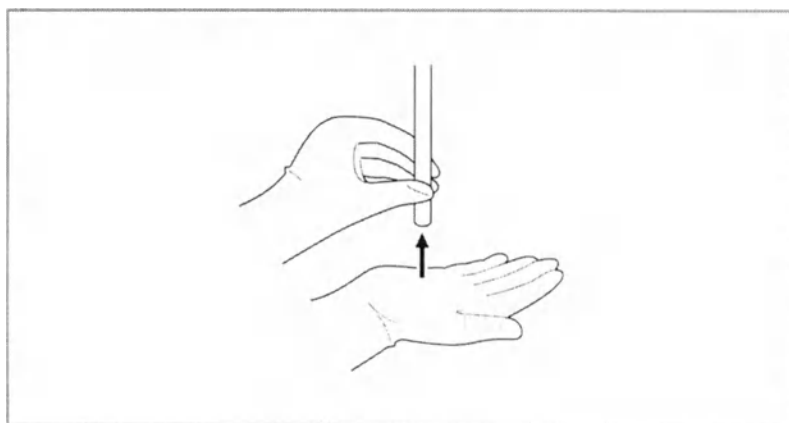

Рисунок 4.5
3. Поместите дистальный конец эндоскопа на расстоянии примерно 1 см от своей ладони, а затем отведите от ладони примерно на 5 см (см. рисунок 4.5). Следите за изображением на мониторе: яркость на обоих расстояниях должна быть одинаковой.